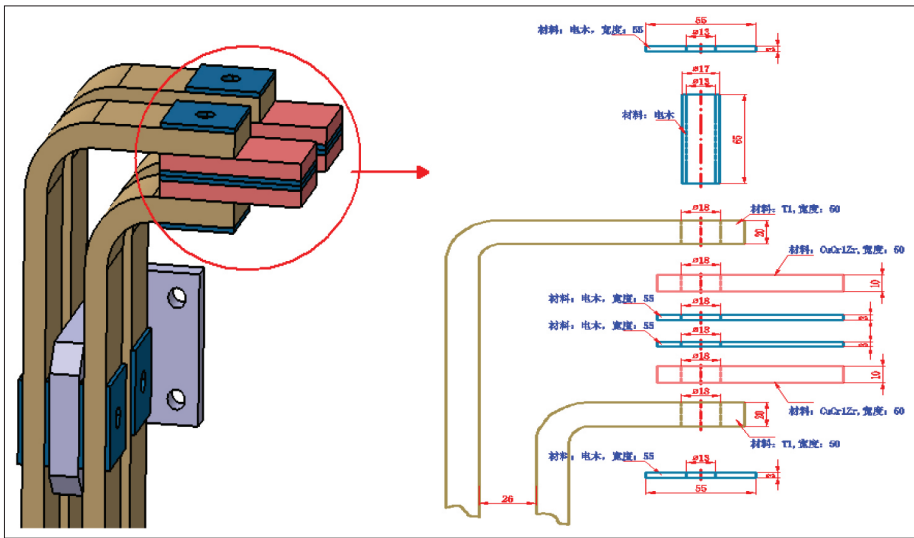

图 2 铜板正负极结构
两个电极分别用两块铜板连接，设计时需要注意以下几点：①铜板厚度 20 mm，宽度 50 mm，两铜板之间必须绝缘；②铜板固定支架间距为 400 mm 左右；③两组铜板间距为 30 mm；④铜板的截面积不得小于 640 mm2；⑤铜板正负极间距为 26 mm（图2）。